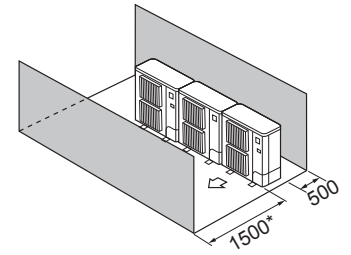

Fig. 2-12
- ④ Yalnızca öndeki ve arkadaki engeller (Fig. 2-12)